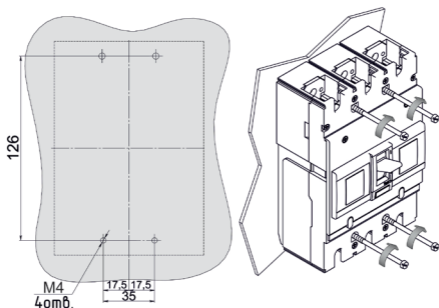

Рисунок 8 – Расположение отверстий для крепления выключателя на панели
- 1) выполнить в конструкции, к которой крепится выключатель, отверстия (см. рисунок 8);